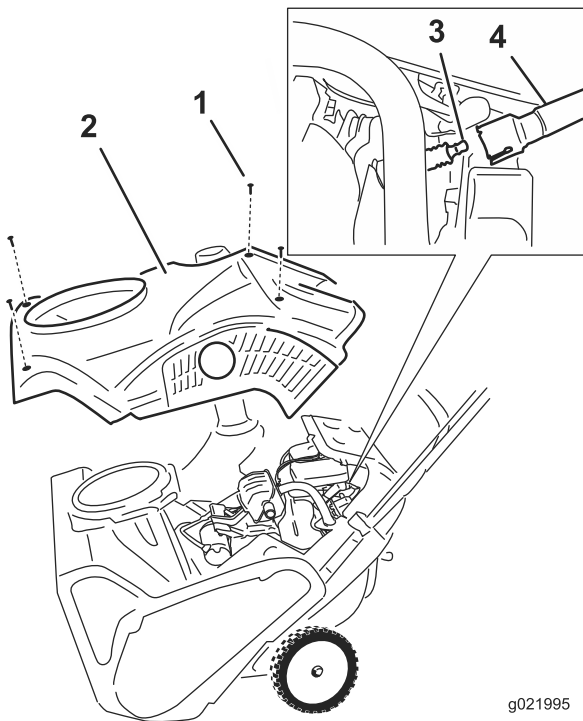

Figura 31
4. Retire los 4 tornillos que sujetan la cubierta (Figura 31).
6. Retire la cubierta (Figura 31).